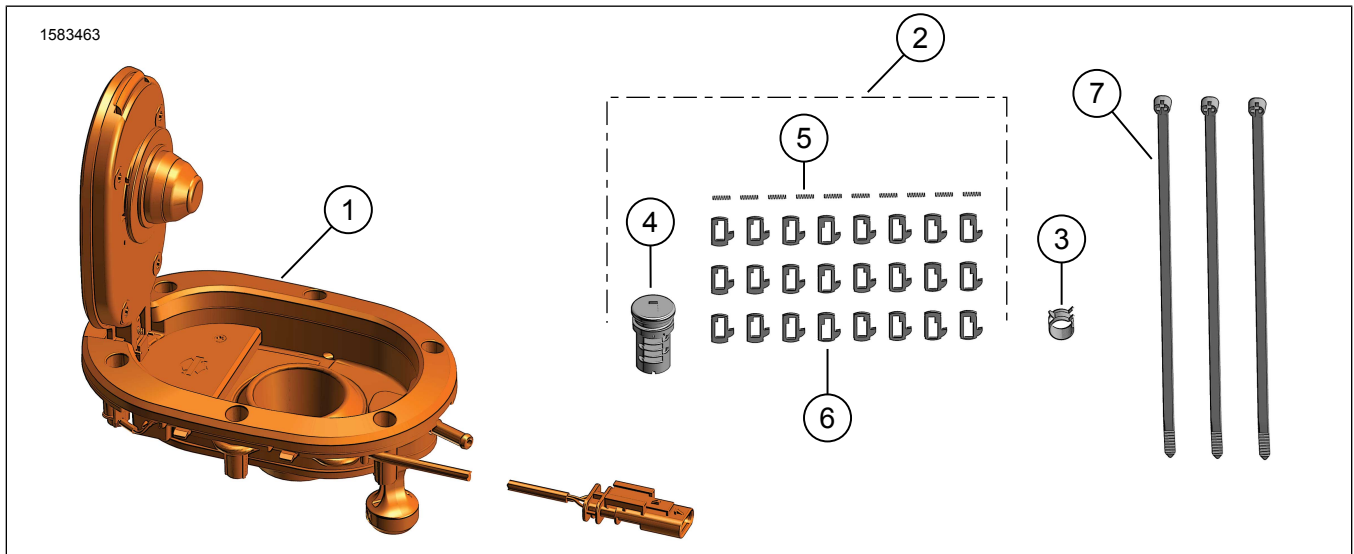
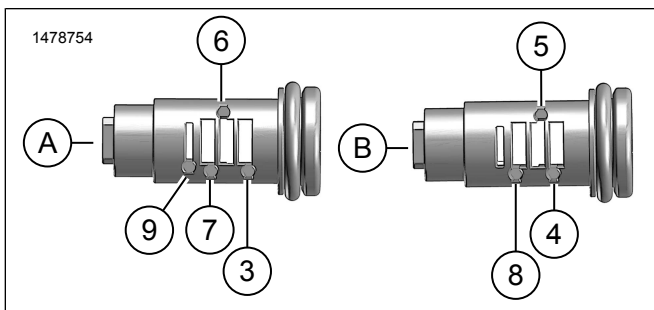

Figure 1. Contenu du kit : Bouchon de réservoir de carburant de style ovale
Figure 5. Emplacements d'installation des ressorts et culbuteurs
4. Voir la figure 5. Installer les ressorts de culbuteur (5), voir Figure 1 , dans les trous aux positions 8,5,4 et 1 sur le côté (A) du sous-ensemble cylindre.
5. Voir la figure 5. Installer les culbuteurs (6), voir Figure 1 , no11-14 dans les positions 8,5,4 et 1 par nombres de culbutes déterminés dans Tableau 3 .
6. Voir la figure 5. Installer les ressorts de culbuteur (5), voir Figure 1 , dans les trous aux positions 2,3,6 et 7 côté (B) du sous-ensemble cylindre.
7. Voir la figure 5. Installer les culbuteurs (6), voir Figure 1 , no21-24 aux positions 2,3,6 et 7 par nombre de culbute déterminés dans Tableau 3 .
9. Voir la figure 1. Installer le collier de serrage (3) sur le tuyau de reniflard où le collier Équipement d'origine a été enlevé précédemment.